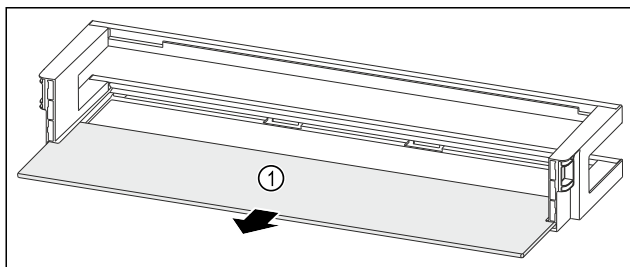

Fig. 48 Dveřní přihrádka s odkládací plochou
- Odkládací plochu Fig. 48 (1) odeberte.